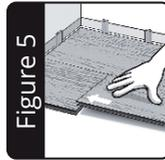
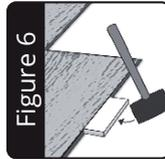

Figure 5
Figure 6
**6.** Rasten Sie das Paneel dann eng an der ersten Reihe (lange Seite) mit einem Einbringwinkel von 10-20 Grad ein. Das zweite Paneel verbinden Sie durch Einrasten an der langen Seite und anschliessendes Schieben zur kurzen Seite des ersten Paneels. Üben Sie dann einfach einen leichten Druck aus. Siehe Abbildung 5. Verwenden Sie gegebenenfalls auch einen Schlagklotz und einen Gummihammer an den langen Seiten um sicherzustellen, dass die Paneele eng miteinander verbunden sind. Siehe Abbildung 6.